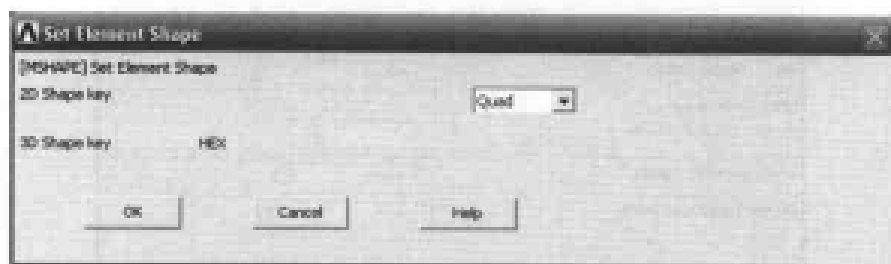

图 11-56 设置单元形状对话框
(4) 单击 OK 按钮, 出现 Set Element Shape 对话框, 在 2D Shape key 下拉列表框中选择 Quad 选项, 如图 11-56 所示, 单击 OK 按钮关闭该对话框。